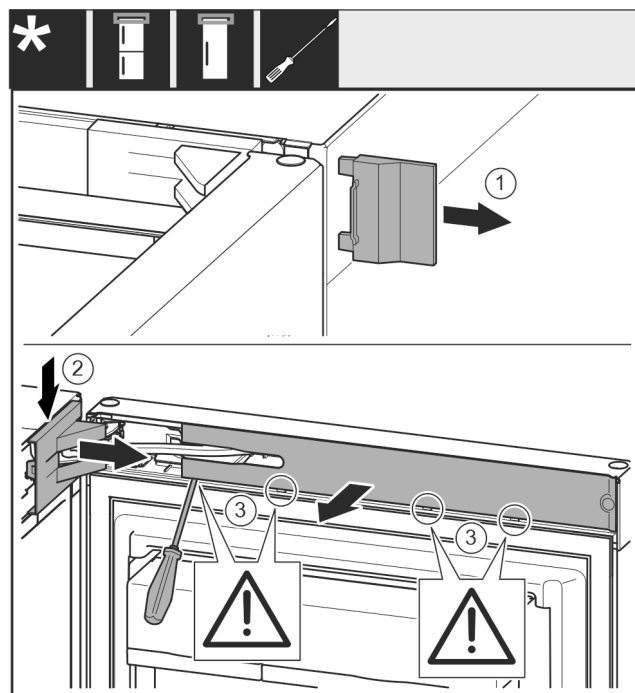

Fig. 5
- ▶ Noņemiet ārējo pārsegu. Fig. 5 (1)
- ▶ Atbrīvojiet un atvienojiet gultņa balsta pārsegu. Noņemiet gultņa balsta pārsegu. Fig. 5 (2)
- ▶ Atbrīvojiet aizsegu ar plakano skrūvgriezi un pagrieziet uz sāniem. Fig. 5 (3)